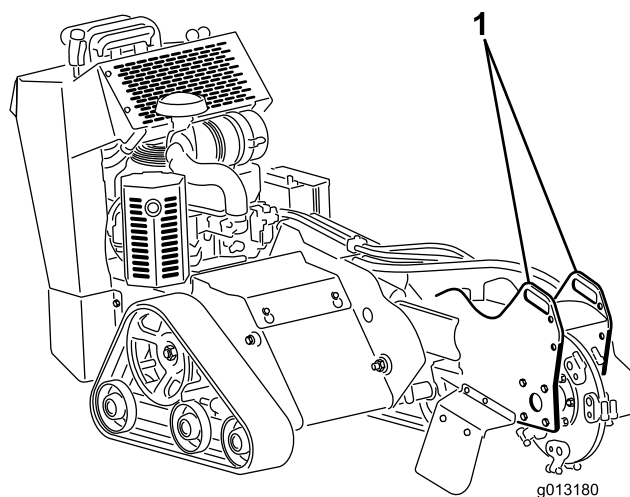
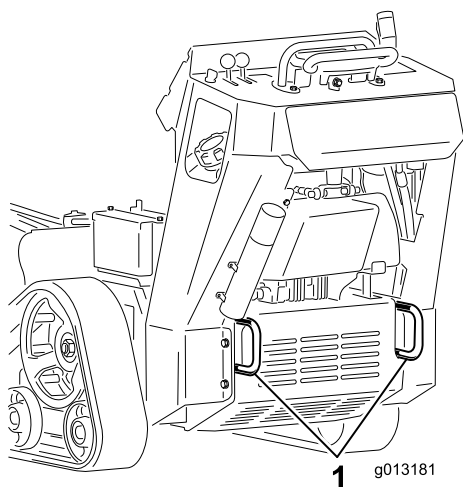

Figura 23
Figura 24
3. Fissate la macchina al rimorchio con catene o cinghie utilizzando gli anelli di attacco/sollevamento sulla parte anteriore e posteriore della macchina (Figura 23 e Figura 24).
La macchina può essere sollevata utilizzando gli anelli di attacco/solevamento come punti di sollevamento (Figura 23 e Figura 24).